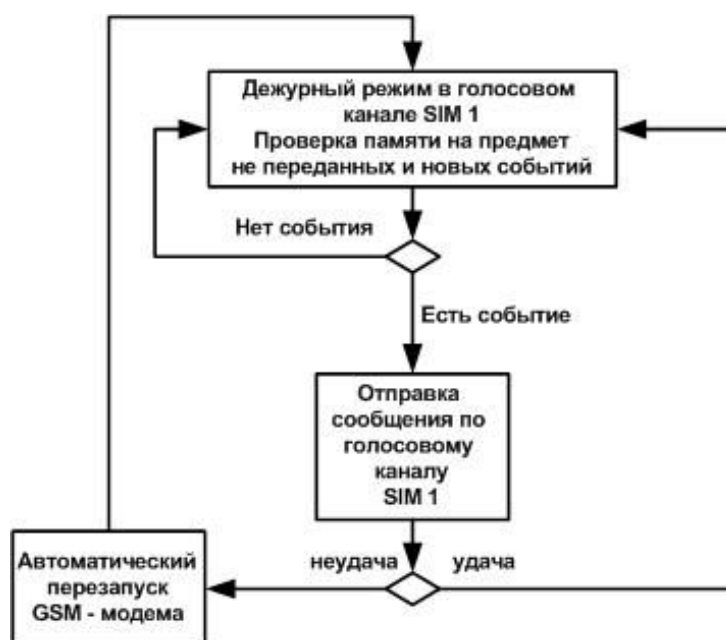

Рисунок 6. Использование голосового канала связи для одной SIM-карты
**Вариант С.** ППКП сконфигурирован для передачи сообщений по голосовому каналу и используется только одна SIM-карта №1 оператора мобильной связи (см. рисунок 6).